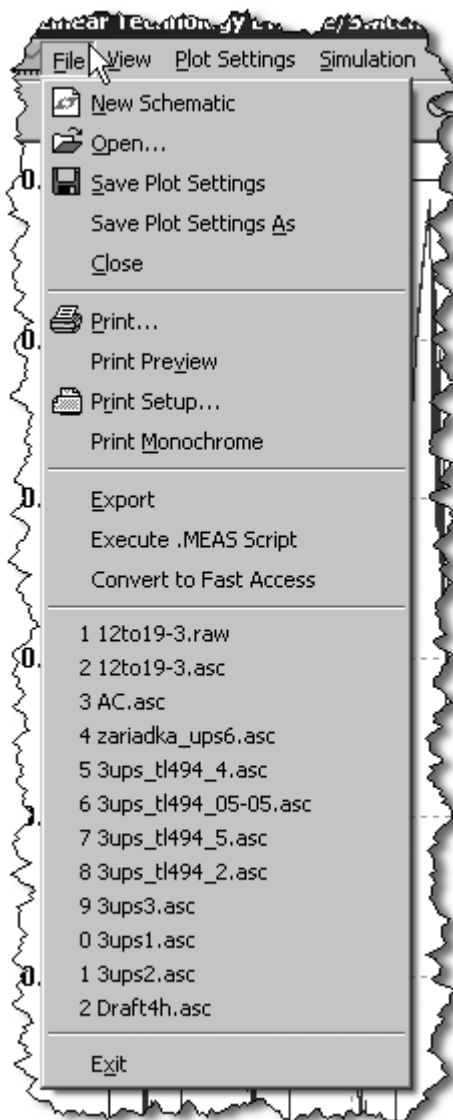

Рис. 6.2. Меню File
- **File** (Файл) — позволяет осуществлять различные действия с файлами (рис. 6.2):